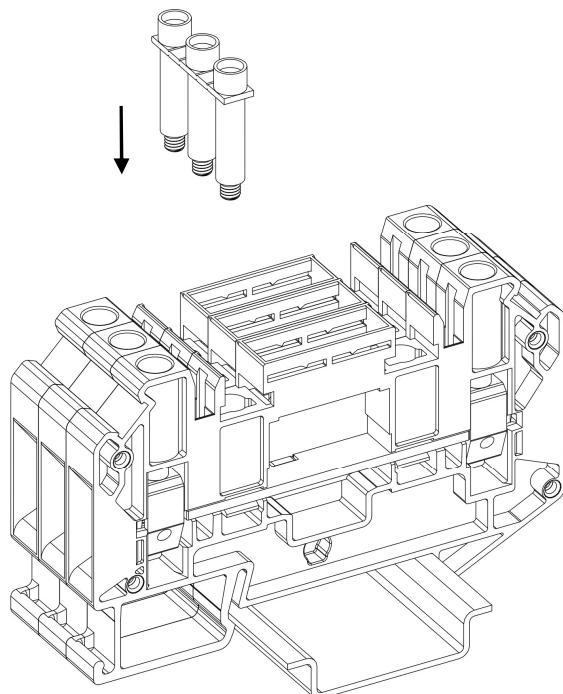
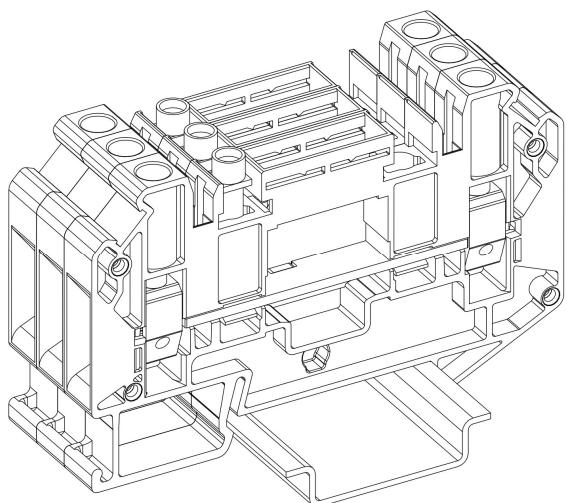

Рисунок 49 – установка винтовой перемычки в функциональное отверстие
Рисунок 50 – установленная винтовая перемычка
- Вдавите винтовую перемычку в функциональное отверстие клеммы до упора (рис. 49; рис. 50). **Необходимо** использовать перемычки, которые соответствует габаритам клеммы.